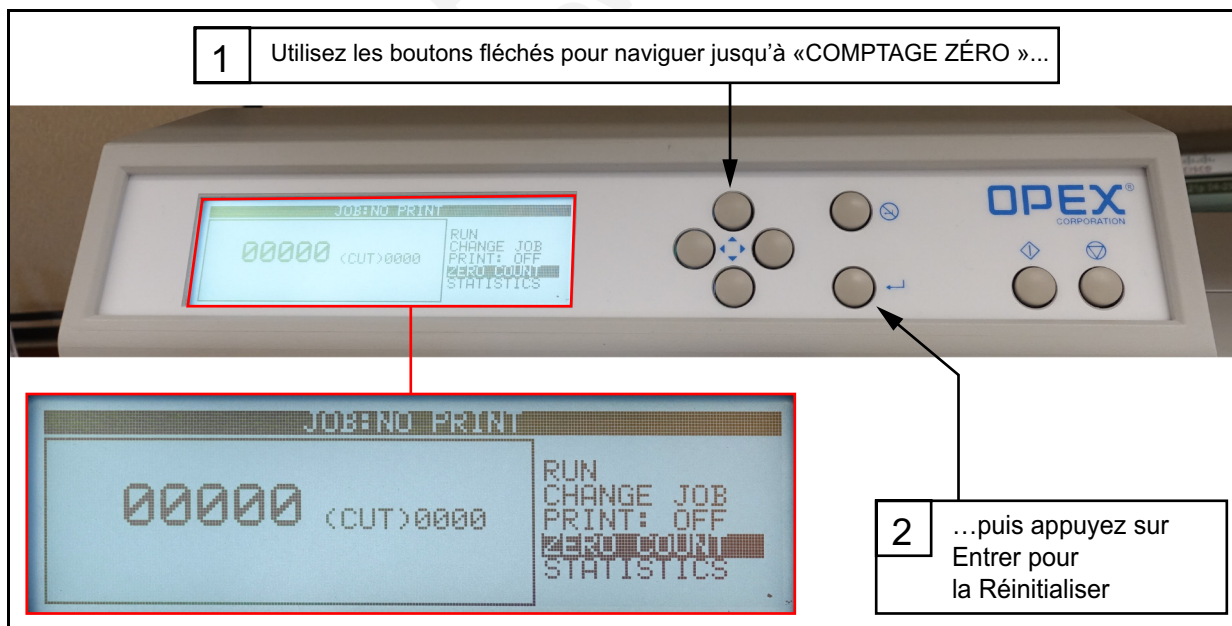

Figure 4-7 : Réinitialiser le compteur
- Utilisez les boutons fléchés pour mettre en surbrillance **COMPTAGE ZÉRO**, puis appuyez sur le **bouton Entrer** pour réinitialiser le compteur (Figure 4-7).